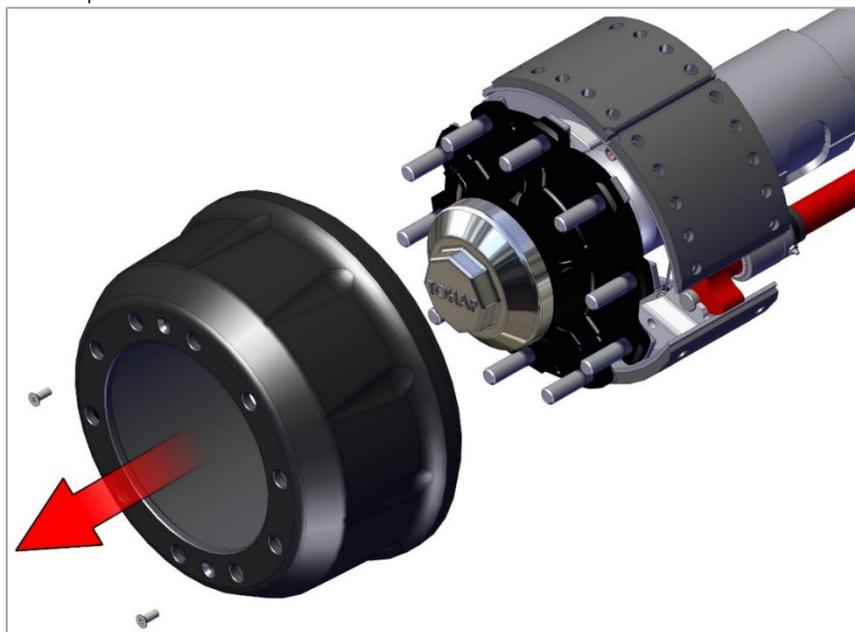

Рис. 12. Снятие барабана.
2) Снимите барабан как показано на Рис. 12.